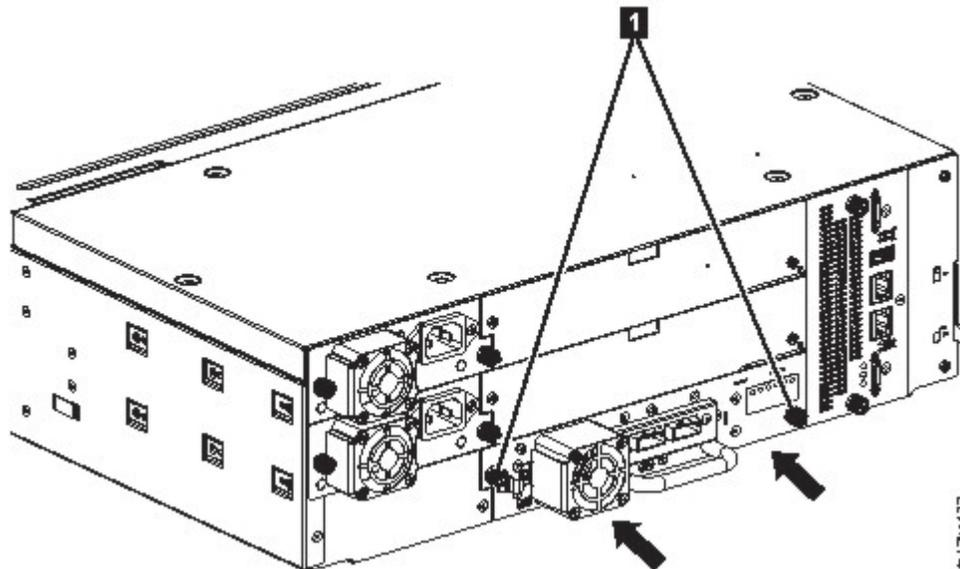

Abbildung 60. Bandlaufwerk installieren
3. Ziehen Sie die Rändelschrauben (**1** in Abb. 60 auf Seite 130) mit den Fingern an, bis das Bandlaufwerk befestigt ist.